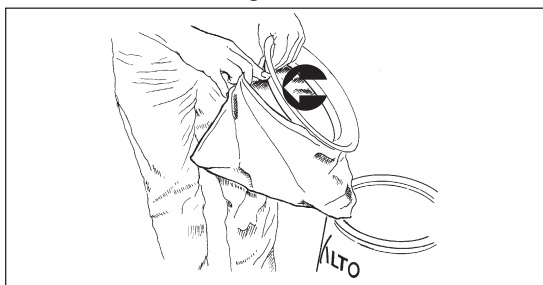

Figure 8
6. Placez le filtre Dacron autour du filtre en tissu. (Voir Figure 8)